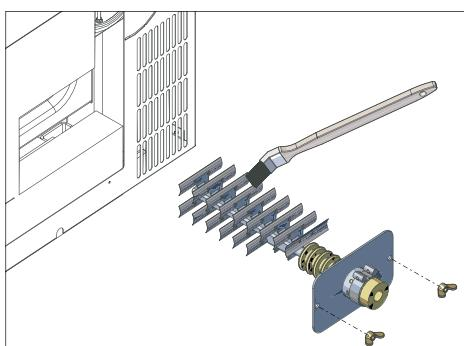

Fig.57 Togliere la copertura, pulire l'elettrodo (solo per caldaie a pellet con collettore di polveri elettrostatico)
- ▶ Allentare la copertura sulla parete della caldaia (2 dadi ad alette) e rimuoverla con cautela – Fig. 57.
- ▶ Pulire l'elettrodo con una spazzola (solo per le caldaie a pellet con collettore di polveri elettrostatico integrato) – Fig. 57.